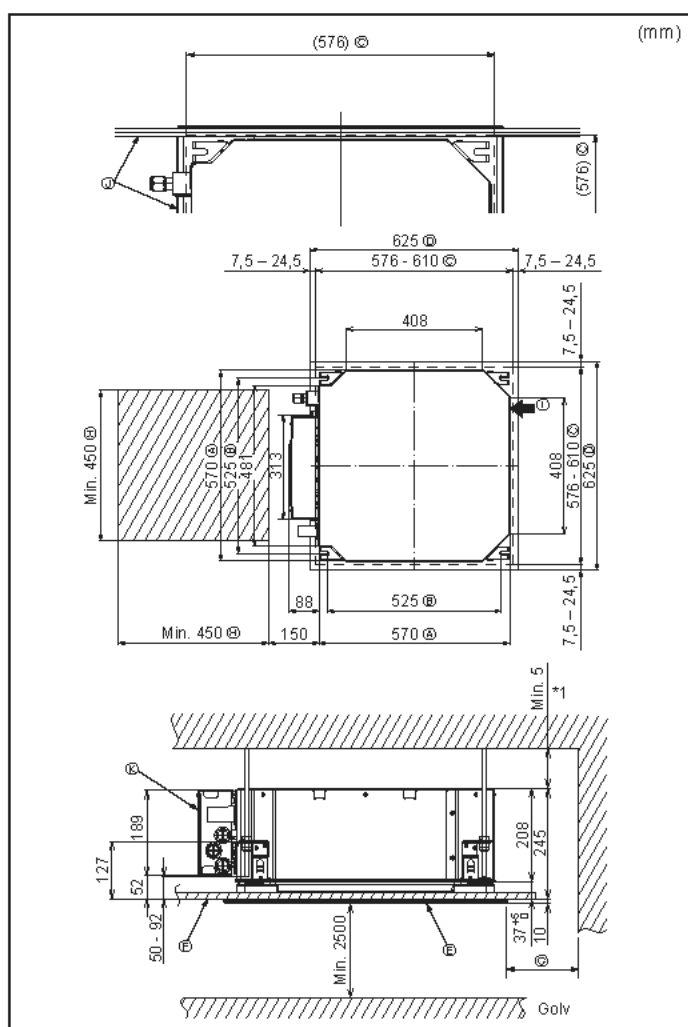

Fig. 4-2
②	Brickor (med isolering)	4
②	Brickor (utan isolering)	4
③	Rörskydd (för köldmedelsrörsanslutningar)
③	liten diameter (vätska)	1
③	stor diameter (gas)	1
④	Band (stort)	6
④	Band (mellanstort)	2
④	Band (litet)	2
⑤	Kondensvattenanslutning	1
⑥	Isolering	1
4.2. Placering av taköppningar och upphängningsbultar (Fig. 4-2)